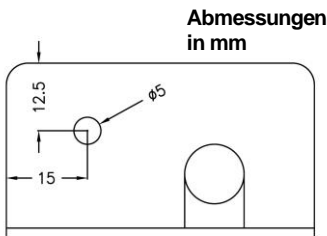

Abb. 1
- Eine Bohrung mit 5 mm Durchmesser im unteren Teil des Empfängers ausführen (rechts von der Bohrung des Versorgungskabels), wie in Abbildung 1 dargestellt.